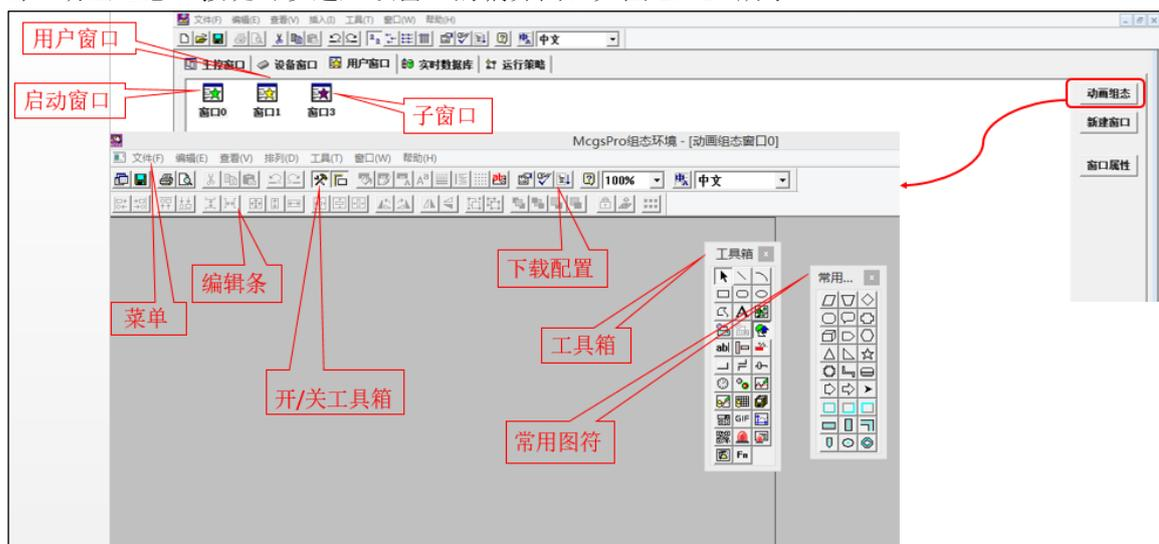

图 1.4-14 动画组态窗口界面
- 用户窗口主界面的右侧有三个按钮：每点击一次【新建窗口】按钮可以新建一个窗口，【窗口属性】用于打开已选中窗口的属性设置，可以将窗口设置为启动窗口、用户窗口和子窗口，其中启动窗口标注为绿色五角星，用户窗口为黄色五角星，子窗口为紫色五角星。双击窗口图标或者选中窗口之后点击“动画组态”按钮可以进入该窗口的编界面。如图 1.4-14 所示。